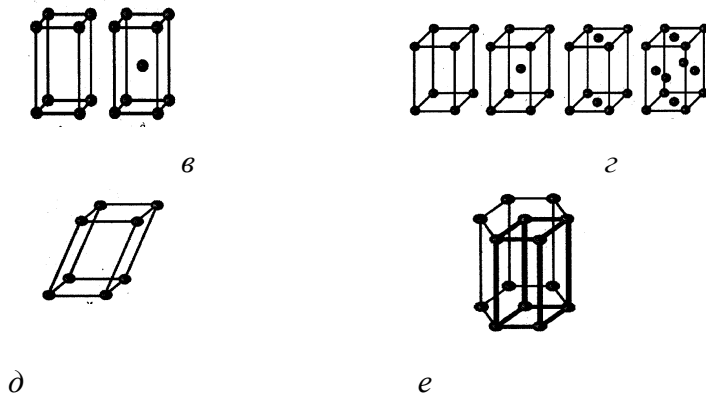

Рис.2
30. Представленная схема соответствует тетрагональной решетке (рис.2)...